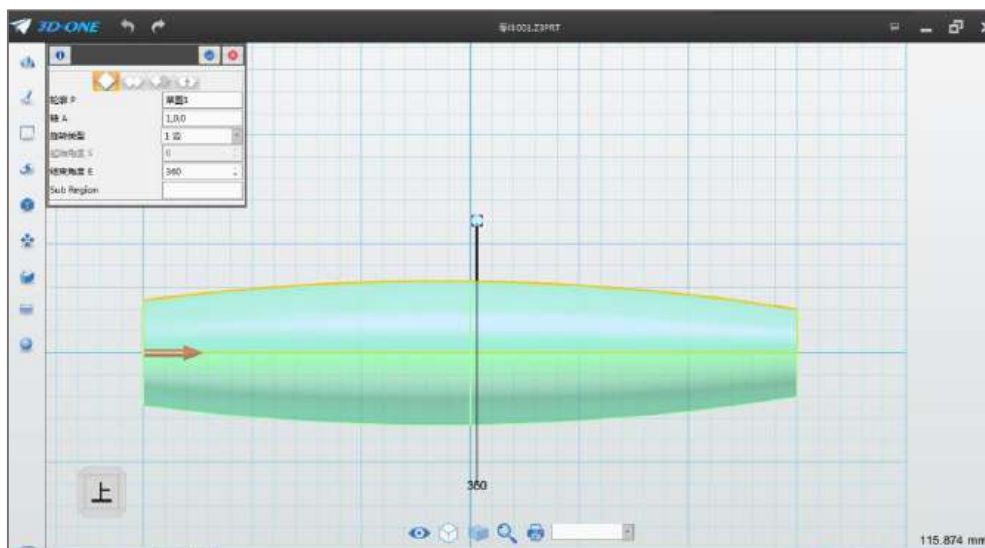

图 1-4
Step 4 点击正上方 finish 按钮 ，点击旋转命令 ，轮廓选择绘制的草图，轴 A 选择长为 150 的边，如下图 1-4 所示：